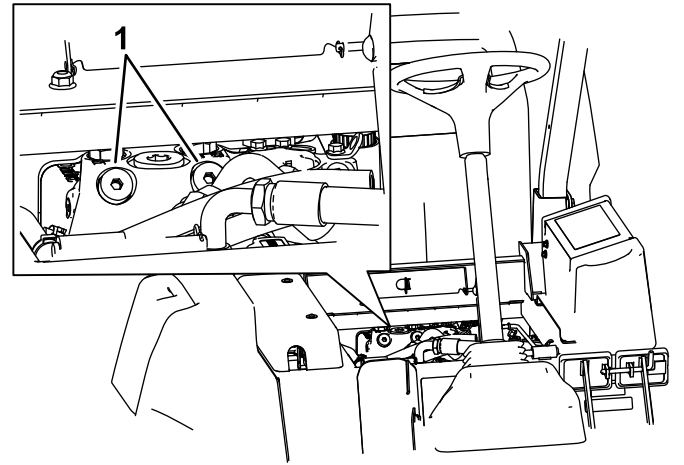

Figura 75
1. Levante el asiento y localice las válvulas de desvío, que están situadas debajo de la parte delantera del depósito de combustible (Figura 75).